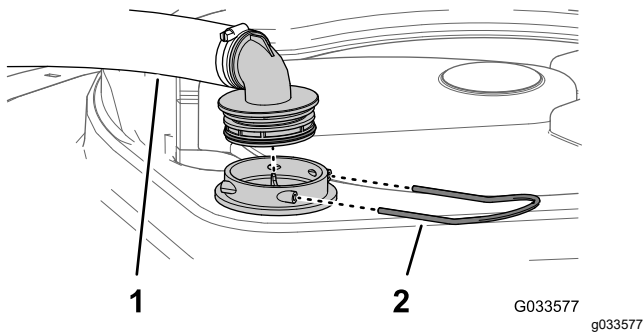

Рисунок 103
2. В верхней части бака опрыскивателя снимите держатель, который крепит шланговый штуцер, подсоединенный к большому шлангу, идущему от корпуса фильтра (Рисунок 103).
3. Отсоедините шланг и шланговый штуцер от корпуса фильтра (Рисунок 103).